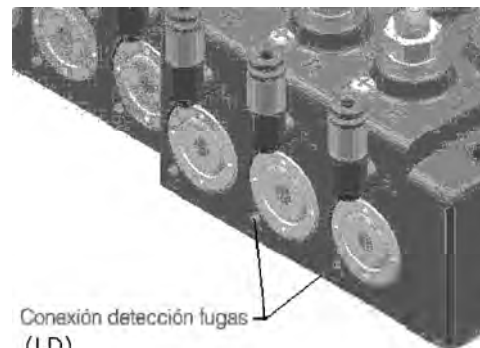

Figura 11
- En el bloque existe una conexión de detección de fugas para advertir de un fallo en el sellado de la válvula. Véase la Figura 11.